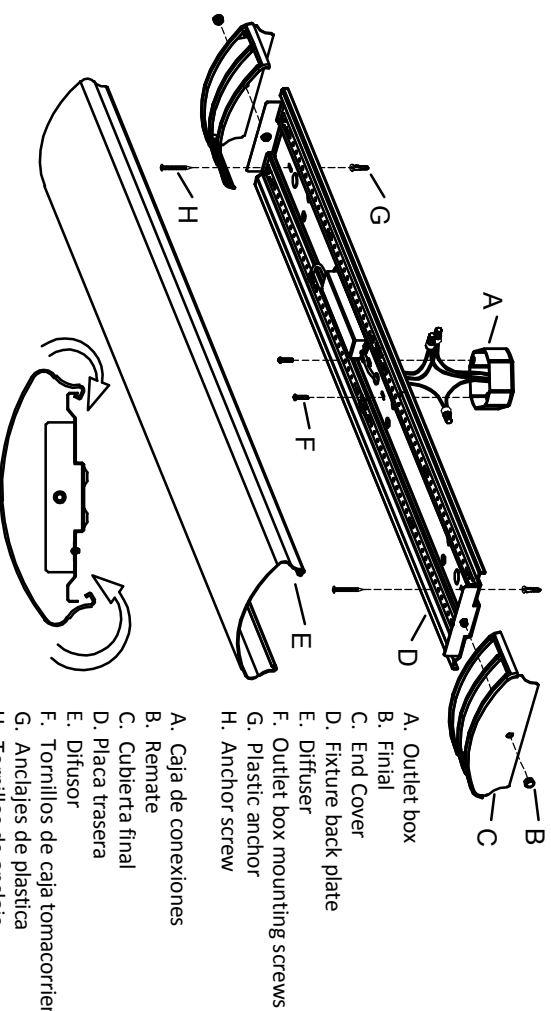

Fig. 1
3. Position the fixture back plate(D) over the outlet box(A), making sure the center of the fixture back plate(D) is centered over the outlet box(A). While holding the fixture back plate(D) in place, mark the location of the mounting holes slots of the fixture back plate(D) to the ceiling. Remove the fixture back plate(D) from the ceiling. Drill the holes using an appropriately sized drill bit. Insert the plastic anchors(G) into the holes.
5. Secure the fixture back plate(D) to the outlet box(A) with outlet box mounting screw(F). Fasten the fixture back plate(D) to the ceiling using anchor screw(H).
6. Buckle the diffuser(E) on one side of the fixture back plate(D), and then lift and clip the other side up to the other side of the fixture back plate(D), see Fig. 1.
7. Place the end cover(C) base over the fixture back plate(D), and secure it by using final(B).
3. Coloque la placa trasera de la luminaria (D) sobre la caja de distribución eléctrica (A) asegurándose de que el centro de la placa trasera de la luminaria (D) esté centrado sobre la caja de distribución eléctrica (A). Mientras sujete la placa trasera de la luminaria (D) en su lugar, marque el lugar de las ranuras de los dos orificios de montaje de la placa trasera de la luminaria (D) en el techo. Quite la placa trasera de la luminaria (D) del techo. Taladre los orificios con una broca del tamaño adecuado. Inserte los anclajes de plástico (G) en los agujeros.
5. Fije la placa trasera de la luminaria (D) a la caja de distribución eléctrica (A) con el tornillo de montaje de la caja de distribución eléctrica (F), sujete la placa trasera de la luminaria (D) al techo con el tornillo de anclaje (H).
6. Asegure el difusor (E) en un lado de la placa trasera de la luminaria (D) y luego levante y enganche el otro lado en el otro lado de la placa trasera de la luminaria (D). Vea la fig.1.
7. Coloque la base de la tapa de extremo (C) sobre la placa trasera de la luminaria (D) y fíjela con los topes (B).